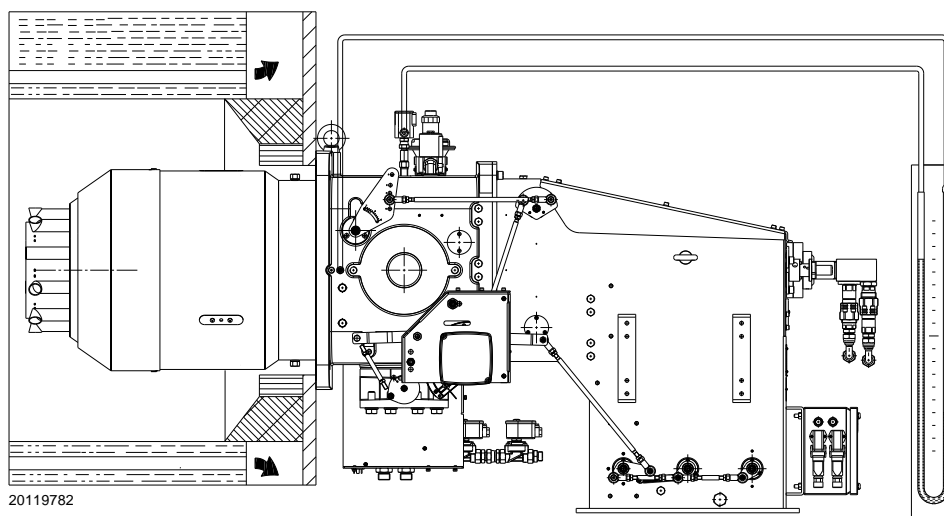

Fig. 30
- Montare un manometro a U o un manometro di tipo differenziale (Fig. 30), con presa (+) sulla pressione del gas del manicotto e (-) in camera di combustione. Serve a ricavare approssimativamente la potenza MAX del bruciatore.
L'arrivo del gas al manicotto è evidenziato dal manometro ad U (Fig. 30) oppure con l'ausilio di un manometro digitale posto sulla presa di pressione sotto il manicotto.